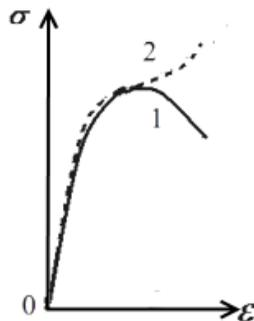

Рис. 1.14
8. **Как** отличаются площади поперечного сечения образцов S_1 и S_2 при упругой деформации растяжения – сжатия, (рис. 1.14).